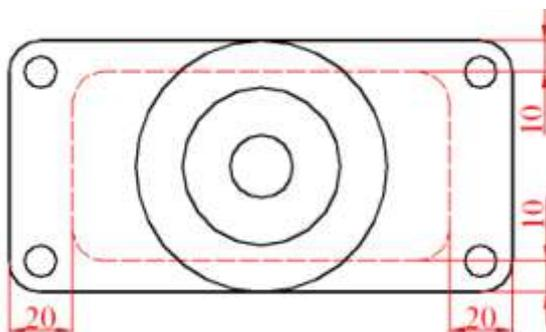

Рис. 117
19. Из меню **Деталь** ⇒ **Размеры** ⇒ **Новый размер** задать размеры (рис. 117).